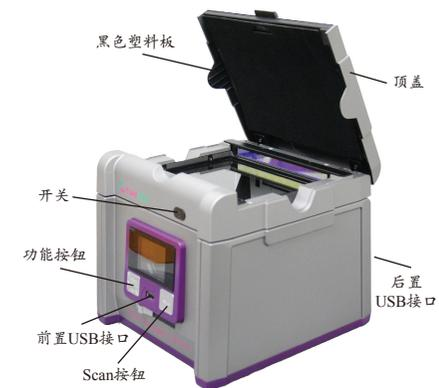

图1
2. 将黑色塑料板滑入白色背光灯的槽内，以遮挡顶盖上的白光*（图1）。